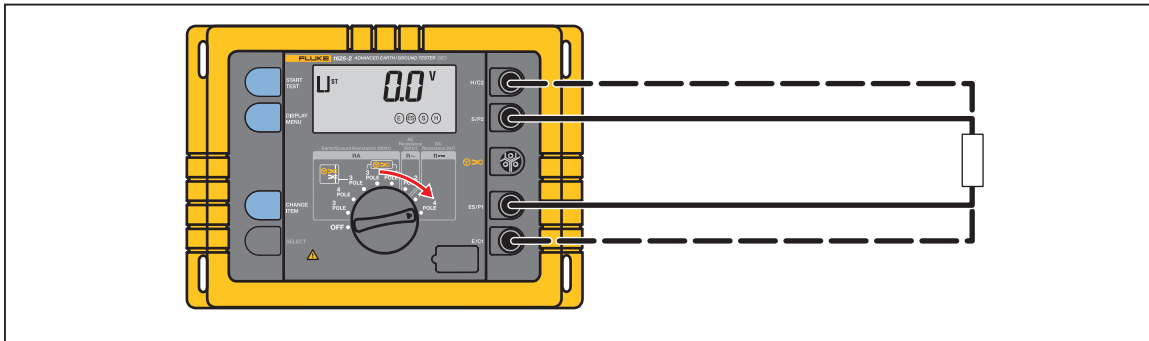

Abbildung 13. Widerstandsmessung ($R_{\square}$)
1. Das Gerät gemäß Abbildung 13 anschließen.